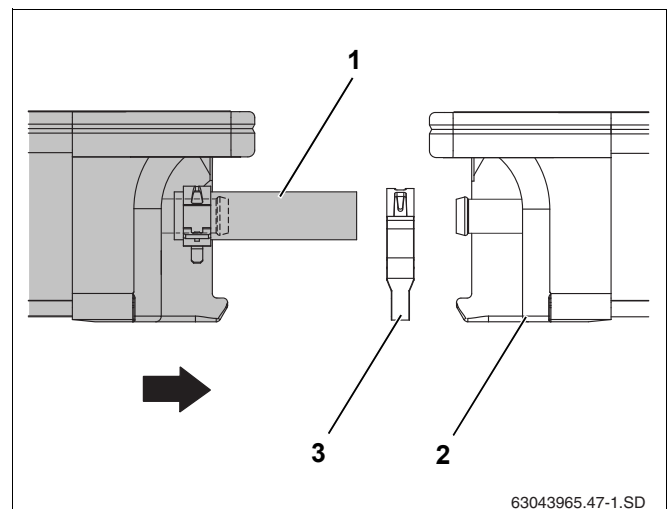

Рис. 46 Придвинуть второй коллектор к первому
- Установите второй коллектор с предварительно смонтированными шлангами (рис. 46, поз. 1) на профильные рейки, при этом он должен встать в крепления от сползания.
- Наденьте второй пружинный хомут (рис. 46, поз. 3) на шланг солнечного коллектора.
- Придвиньте второй коллектор к первому (рис. 46, поз. 2) так, чтобы шланги наделись на левые штуцеры первого коллектора.